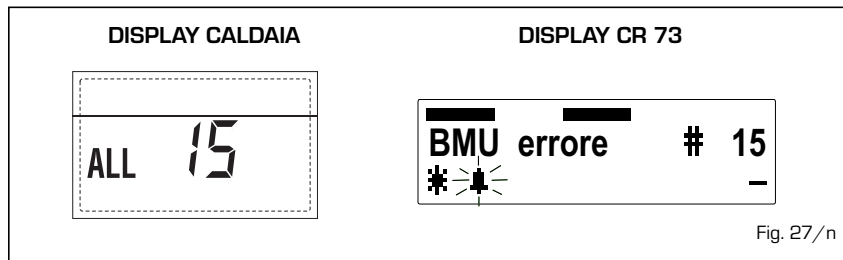

Fig. 27/n
- **ANOMALIA GUASTO SONDA MANDATA PRIMA ZONA MISCELATA "ALL 21 - # 21"** (fig. 27/q)